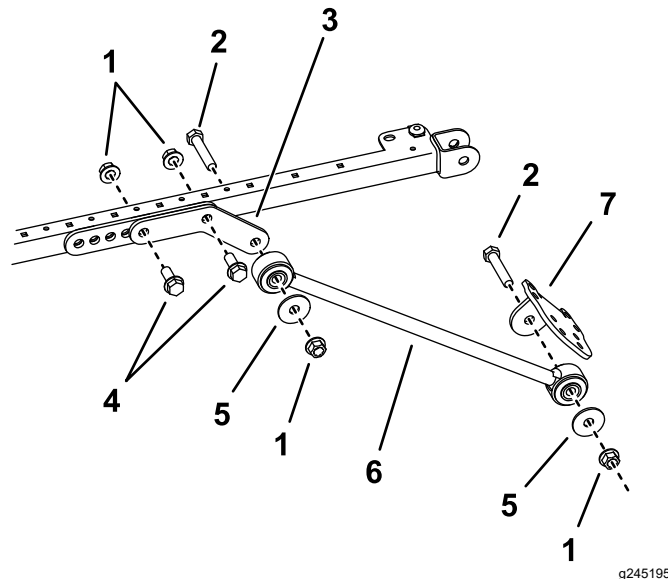

Рисунок 40
центральному отверстиям монтажного кронштейна с помощью 2 болтов (½ x 1½ дюйма) и 2 фланцевых гаек (½ дюйма), как показано на рис. Рисунок 40.
10. Прикрепите подпорку снаружи каждого удлинительного звена с помощью болта (½ x 2½ дюйма), шайбы (½ дюйма) и фланцевой гайки (½ дюйма), как показано на рис. Рисунок 40.
11. Прикрепите, не затягивая, кронштейн подпорки к каждой подпорке с помощью болта (½ x 2½ дюйма), шайбы (½ дюйма) и фланцевой гайки (½ дюйма), как показано на Рисунок 40.